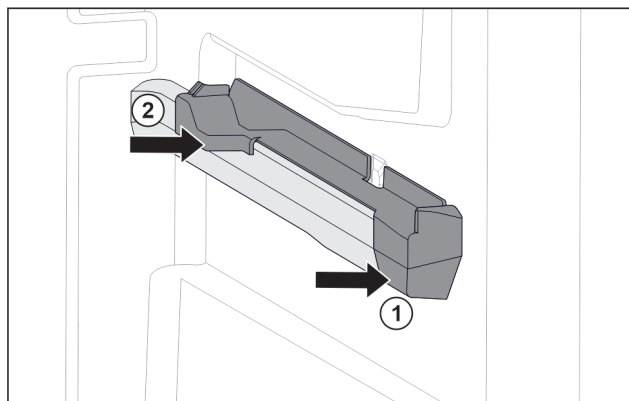

Fig. 119 Påsætningsdel på den højre beholderrist
- ▶ Sæt den forreste del af påsætningsdelen på beholderristen. Fig. 119 (1)
- ▶ Tryk den bageste del af påsætningsdelen på. Fig. 119 (2)